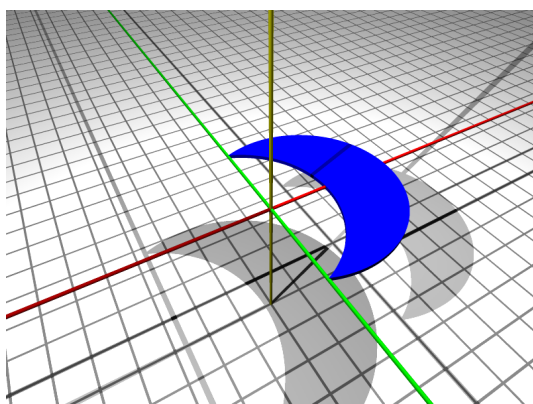

FIGURE 12: Créer une lunule.
- Créer une lunule dans le plan horizontal, dans la première couleur (figure 12).